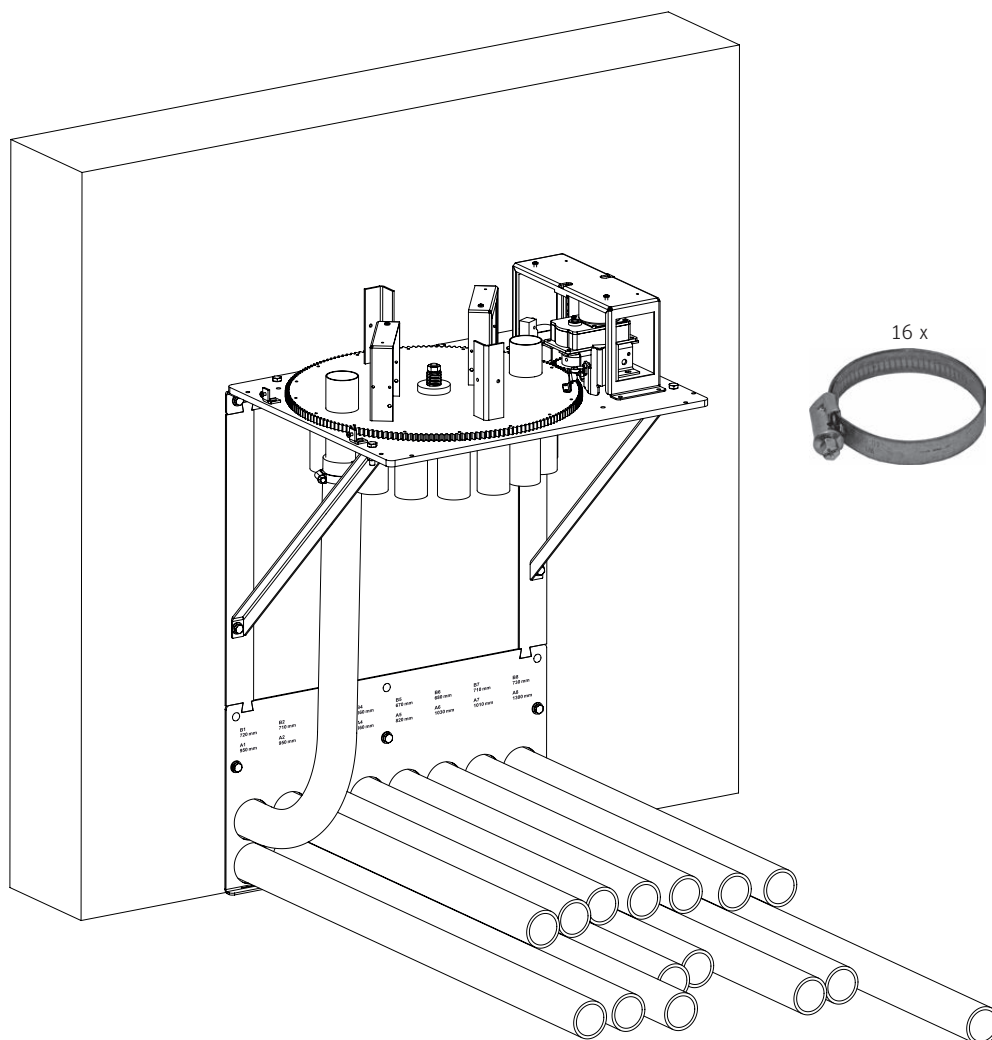

Fig. 24 Attaccare i tubi all'unità di commutazione in ordine
- ▶ Esporre il cavo di terra alla fine del tubo, connettere il tubo B1 alla connessione B1 sull'unità di commutazione, e fissarla con una clip – Fig. 24.